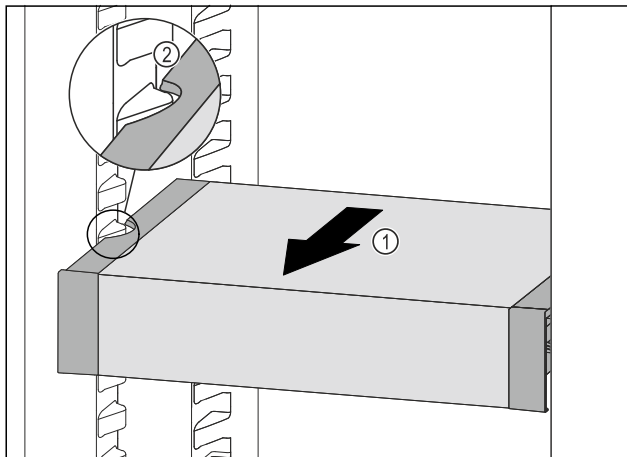

Fig. 105
- VarioSafe nach vorne ziehen Fig. 105 (1), bis sich die seitlichen Aussparungen des VarioSafes auf Höhe der Behälterrippe im Kühlteil befinden. Fig. 105 (2)